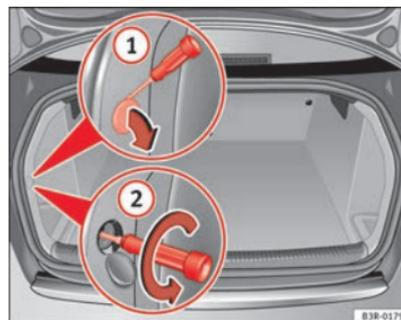
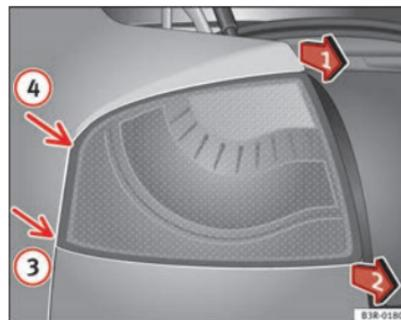

Fig. 206 Porta-bagagens: Posição do parafuso de fixação da unidade de luz traseira
Fig. 207 Desmontar a unidade de luz traseira na lateral ▶
- Levantar a cobertura junto do rebaixe com o lado plano de uma chave de fendas ⇒ Fig. 206 ①.
- Desapertar o parafuso que existe por trás com uma chave de parafusos (seta) ②.
- Puxe a unidade de luz traseira para um lado e para o outro (na direção das setas) ⇒ Fig. 207 posições ① e ② até que saia do seu alojamento (posições ③ e ④).